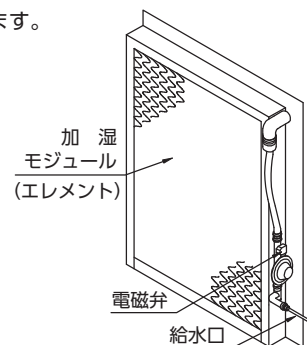

図3-17 水気化式加湿器
- ・ ステンレス製の枠に加湿モジュール（エレメント）と散水パイプを組み込み、給水用の電磁弁を設置しています。（図3-17参照）